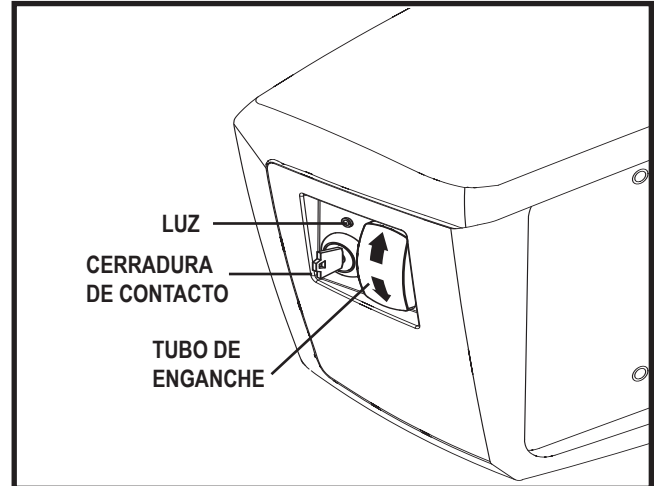

Figura 13. Funcionamiento de la cerradura de contacto y el interruptor
2. Utilice el interruptor de palanca para subir o bajar la plataforma. **Ver figura 13.**